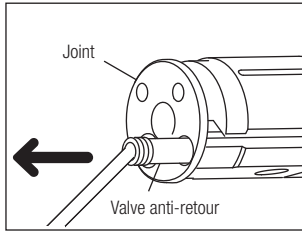

Fig. 12
- 2) Enlevez la valve anti-retour Retirez l'ancienne valve anti-retour avec un fin bâton. (Fig. 12)